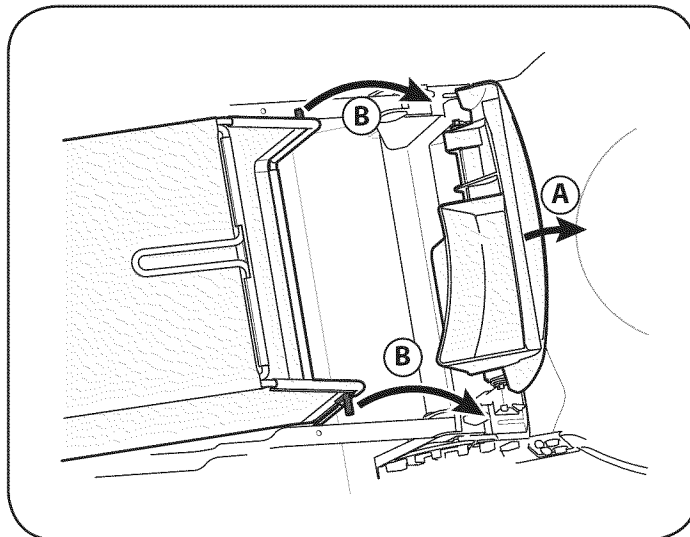

Figura 8
- A. Levante la puerta de descarga posterior. Vea la figura 8.
- B. Lugar de colección de césped en las ranuras en el mango entre corchetes como se muestra en la figura 8. Suelte la puerta de descarga de modo que descansa sobre el colector de césped.